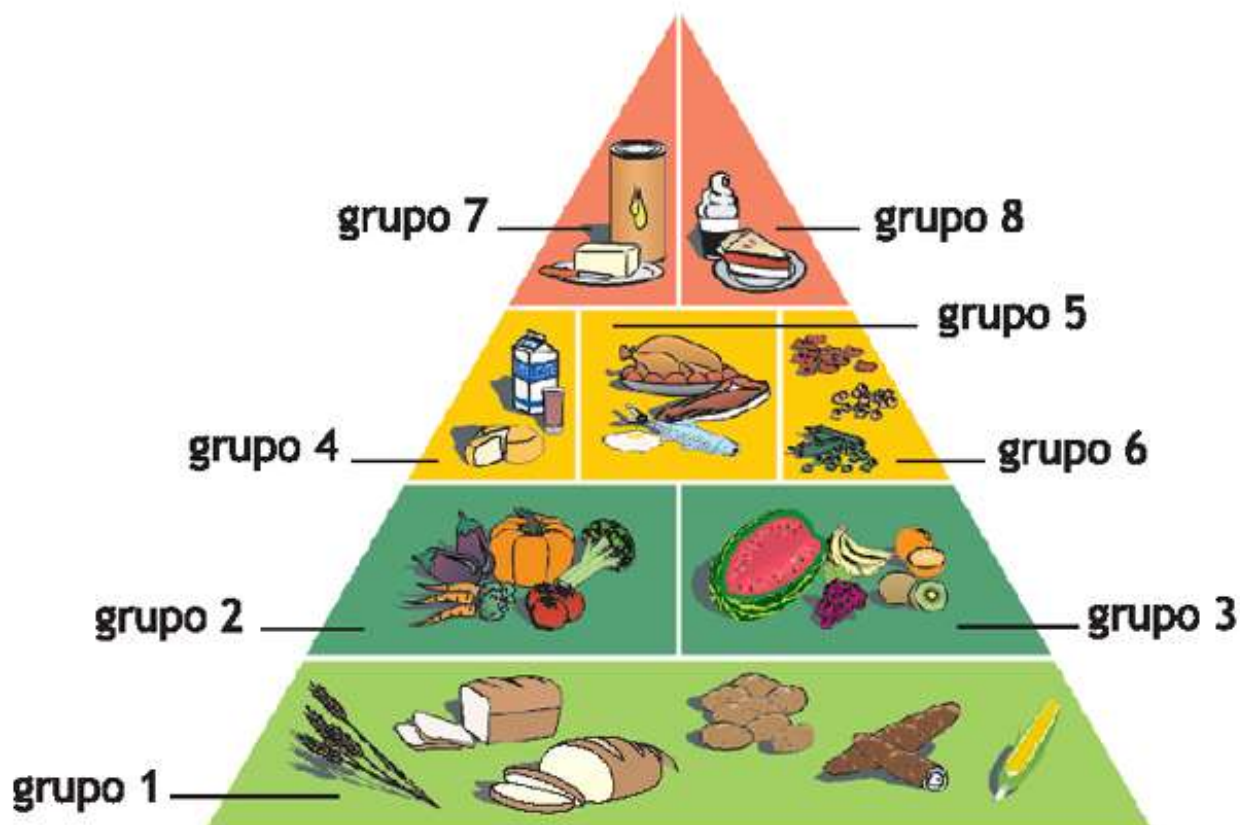

Figura 1: Pirâmide Alimentar e seus grupos
- Figura 1: Pirâmide alimentar e seus grupos;